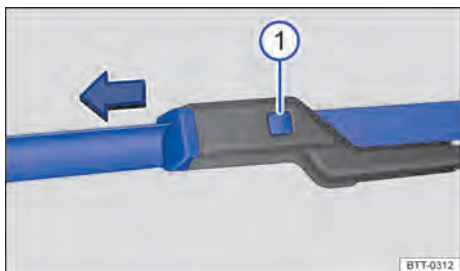

Fig. 136 Substituir as palhetas dos limpadores do para-brisa.
- Manter o botão de destravamento ⇒ Fig. 136 ① pressionado e, ao mesmo tempo, retirar a palheta do limpador do para-brisa no sentido da seta.